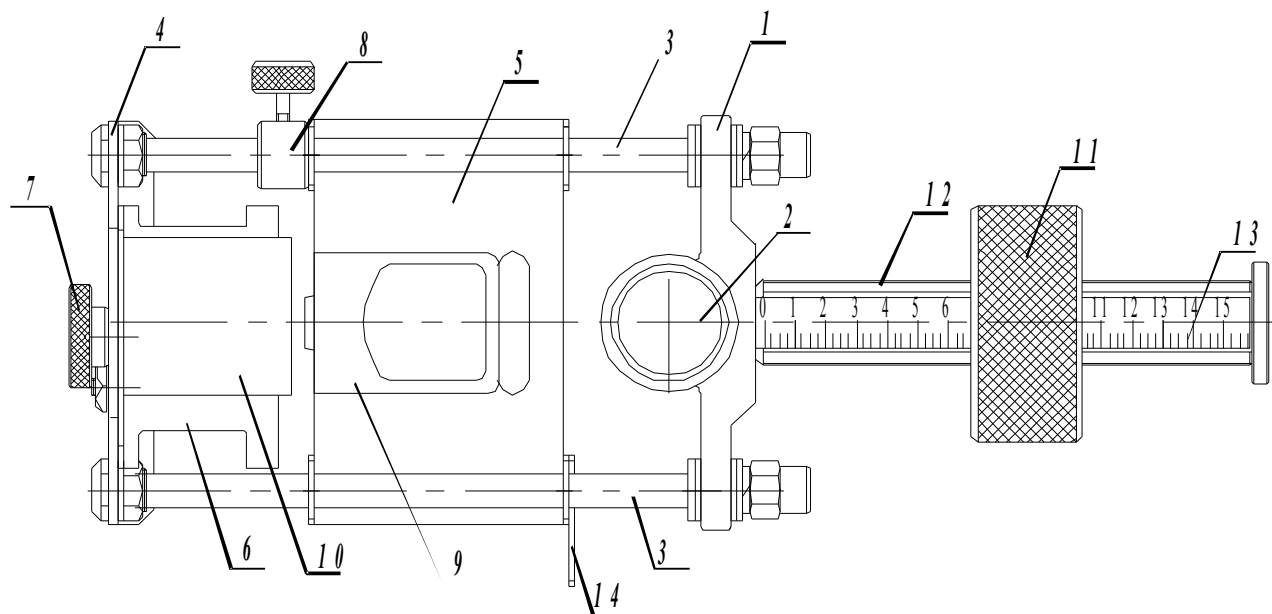

Рисунок 1.
4.6. Центрифуга, схема которой приведена на рис.1, состоит из подвеса 1, закрепляемого на несущем валу привода с помощью прижимной гайки 2.
7.4. Откройте крышку рабочей камеры, нажав на кнопку замка и потянув за ручку крышки. Установите тигель 9 с металлом в держатель тигля 5 (рис.1) и кювету 10 на ложе держателя кюветы 6.
7.5. Выставьте положение кюветы 10 относительно тигля 9. Для этого ослабьте фиксатор 7 (см. рис.1) и, передвигая его по пазу совместите литник кюветы с литьевым отверстием тигля. Затяните фиксатор 7. Отрегулируйте ограничитель 8 так, чтобы держатель тигля не ударялся об кювету, для этого, открутив ручку ограничителя, установите его в нужное положение, а затем закрутите ручку.